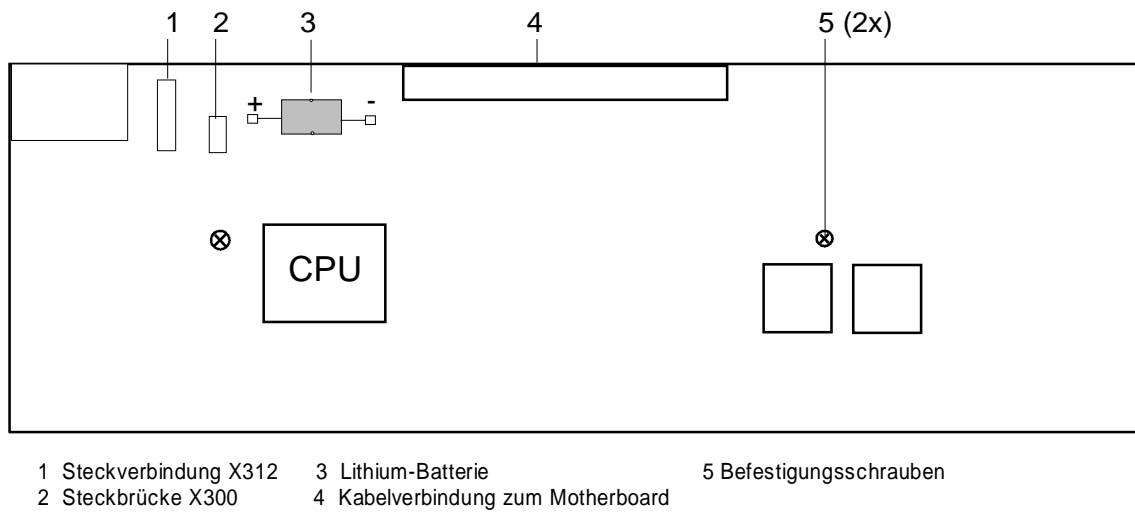

Bild 4-2 Lage der Batterie auf der Rechnerplatte (Bestückungsseite)
**Batterie auswechseln** Die Lage der Batterie auf der Rechnerplatine ist Bild 4-2 zu entnehmen.
- Steckbrücke X300 (siehe Bild 4-2, Pos. 2) abziehen.
- Kabel an Stecker X312 (siehe Bild 4-2, Pos. 1) abziehen. Die restlichen Kabelverbindungen können gesteckt bleiben.
- 2 Befestigungsschrauben (siehe Bild 4-2, Pos. 5) auf der Rechnerplatine entfernen.
- Rechnerplatine anschrauben (siehe Bild 4-2, Pos. 5), Steckverbindung X312 (siehe Bild 4-2, Pos. 1) herstellen.
**Achtung!** Beim Fixieren und Einlöten der Batterie die Polung beachten (s. Bild 4-2, und Markierung auf der Leiterplatte).
- Steckbrücke X300 (siehe Bild 4-2, Pos. 2) aufstecken.